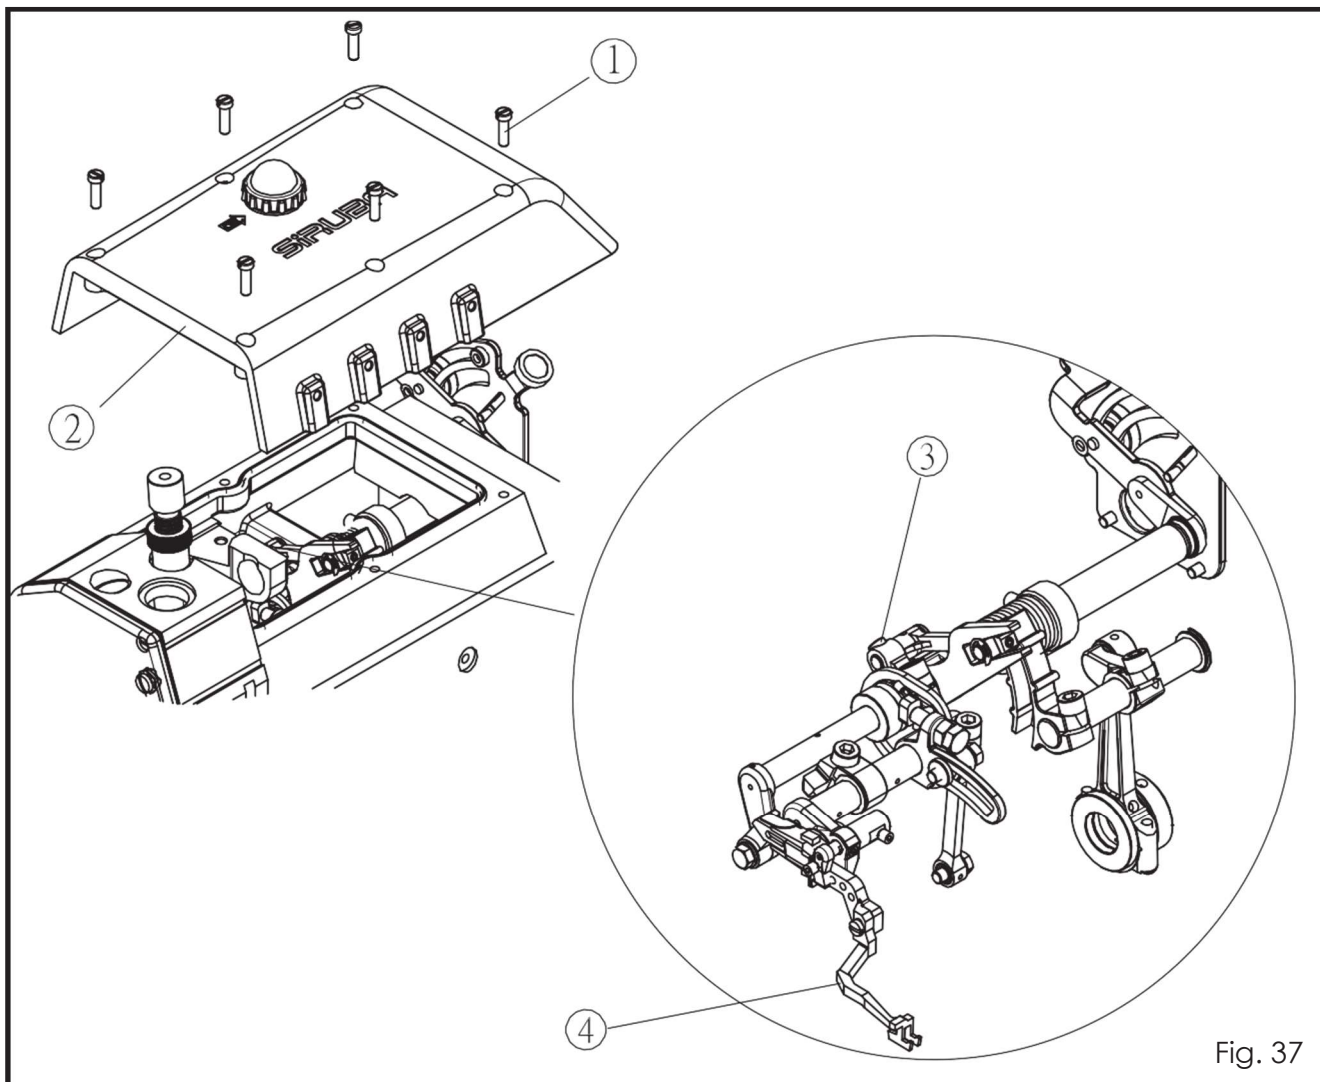

Fig. 37
2. Solte o parafuso ①, e retire a cobertura superior ②. Solte o parafuso ③ para ajustar a frente-trás da alimentação superior ④. (Fig.37)